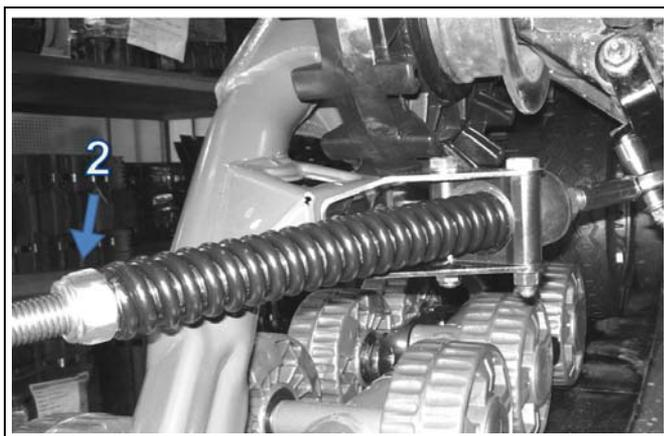
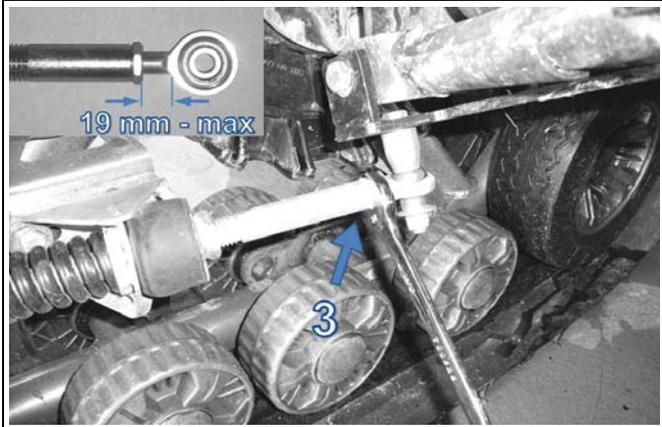

Figure 14
Figure 15
- Tourner l'écrou (2) jusqu'à ce qu'il vienne en contact avec le ressort. Comprimer ensuite le ressort en tournant cet écrou de 2 tours (Voir la Figure 14).
*NOTA: Dans certains cas rares où l'ajustement de l'écrou (article 2, Figure 14) comprimant le ressort se situe près de l'extrémité de la tige filetée, rallonger l'assemblage en desserrant l'écrou de blocage (article 3, Figure 15) et dévisser la tige afin que les filets de la rotule soient visibles sur au plus 19 mm. S'assurer que l'écrou de blocage est bien barré contre la tige filetée après l'installation.*